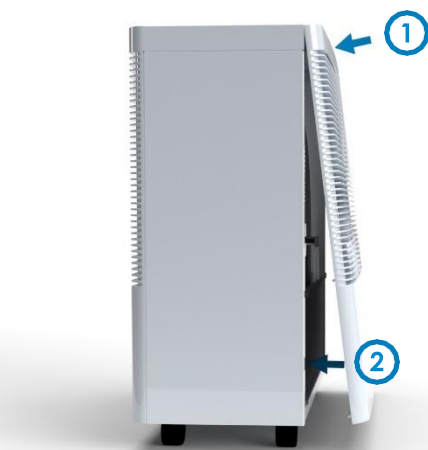

Abb. 4.2.8: Ausblasgitter schließen
7. Ausblasgitter schließen (☞ siehe „Abb. 4.2.8“ auf Seite 19).
11. Hängen Sie das Ausblasgitter in die Halterung am oberen Ende des Gerätes ein (Abb. 4.2.8/1).
12. Schließen Sie das Ausblasgitter (Abb. 4.2.8/2). Die Magnete halten das Gerätegehäuse verschlossen.